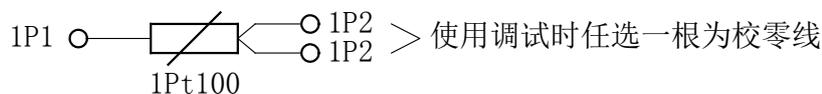

图 4-4 测温元件接线说明图
4.3.1 测温元件为 Pt100 铂热电阻，采用三线制，定子每相绕组 2 只，前后轴承各 1 只，共 8 只/台。引线分别接入到专门的出线盒-测温元件出线盒-内。测温元件接线图如图 4-4 所示：